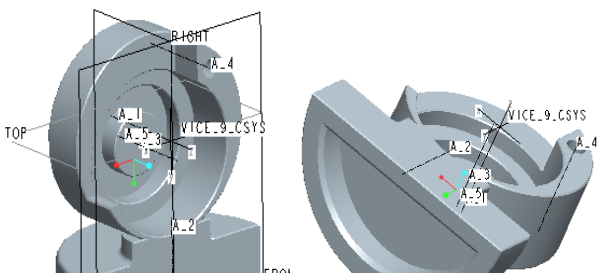

図 6-63 フィーチャー完成図
- ・「フィーチャー終了」 を実行すると、面取りが確定され、以下の図 6-63 に示す完成図が描かれる。